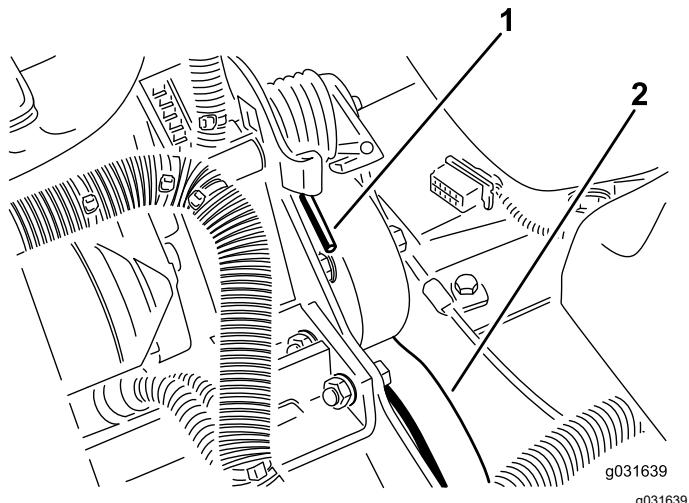

Figura 59
2. Empurre a mola para a frente e para trás para a desprender do apoio e libertar a tensão da mola (Figura 59).